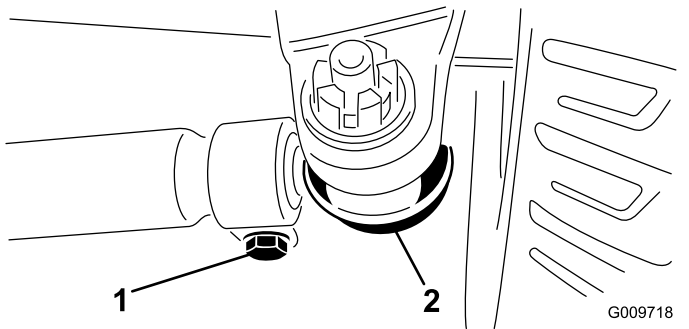

図 115
3. 調整が必要な場合は、タイロッドのボールジョイントのコッターピンとナットを外す 図 115。アクスルケースサポートからタイロッドのボールジョイントを外す。
4. タイロッド両側のクランプをゆるめる 図 115。